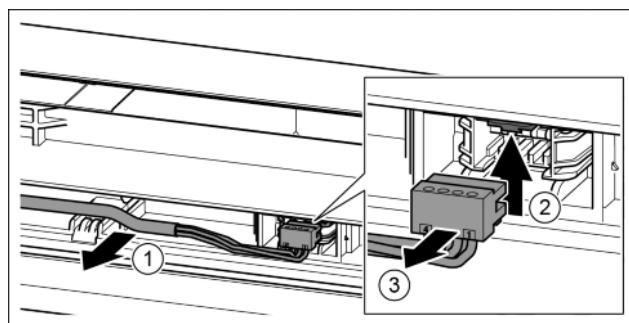

Fig. 22
- ▶ Осторожно высвободить серый кабель из направляющей в двери. Fig. 22 (1)
- ▶ Отжать соединительную накладку вверх. Fig. 22 (2)
- ▶ Осторожно извлечь штекер. Fig. 22 (3)